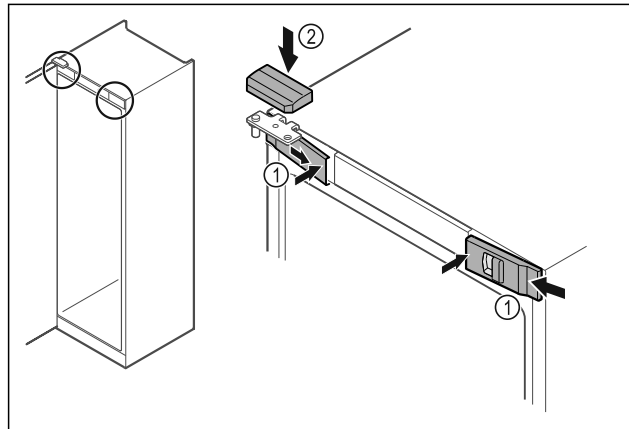

Fig. 48
- ▶ Įkabinkite priekines dengiamąsias plokšteles Fig. 48 (1) šone ir užfiksuokite vidinėje pusėje.
- ▶ Užfiksuokite viršutinę dengiamąją plokštelę Fig. 48 (2) iš viršaus.